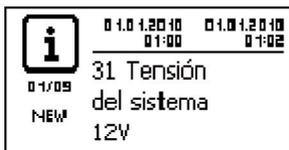
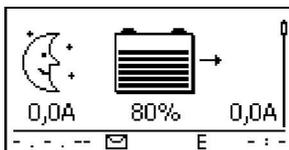

Fig. 11 Mensaje de suceso con la tensión del sistema detectada (ejemplo: 12 V)
Fig. 12 Configuración original de la indicación de estado
2.  Conectar el fusible externo de la batería: introducir fusible en su soporte o conectar el interruptor seccionador de CC. El regulador se pondrá automáticamente en marcha y, al cabo de unos pocos segundos, mostrará la tensión del sistema que ha detectado (= tensión de la batería) en un mensaje de suceso (Fig. 11).
3.  Anotar la tensión de sistema indicada en la Fig. 11.
4.  Pulsar «ESC» para confirmar el mensaje de suceso. Aparece la configuración básica de la indicación de estado (Fig. 12).
6.  Si no parecen Fig. 11 y Fig. 12, comprobar la instalación y solucionar los posibles fallos a través de apartado 15 y siguientes.